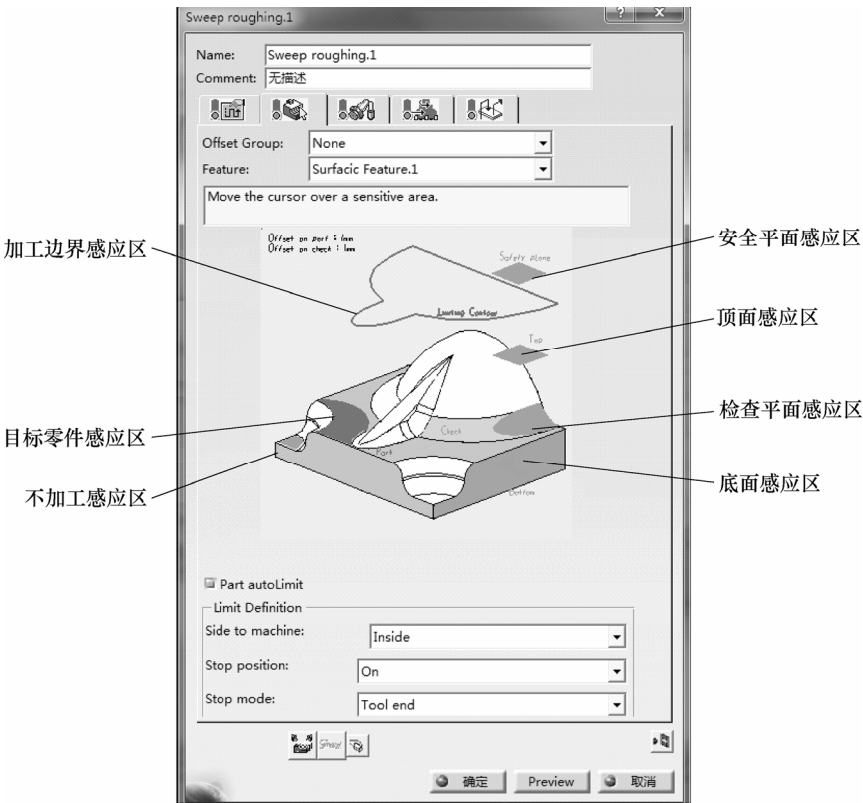

图 2-75 几何参数选项卡 (3)
单击“Sweep roughing.x”对话框中的, 切换到几何参数选项卡 (3), 如图 2-75 所示。